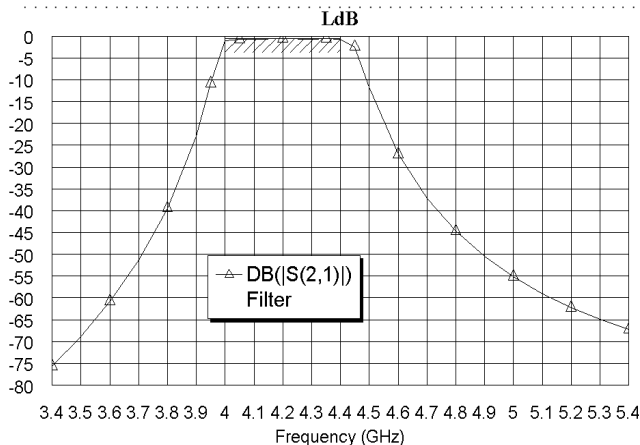

Рис. 3.41
10. Откройте вкладку **Proj** в левом окне проекта и сделайте активным окно графика. Выберите в меню команду **Simulate>Optimize**, выберите метод оптимизации **Random(Local)**, установите максимум итераций **500** и нажмите **Start**. Имейте в виду, дискретную оптимизацию поддерживают только указатели оптимизации (**Pointer**) и случайные методы (**Random**). Полученная характеристика показана на рис. 3.41.